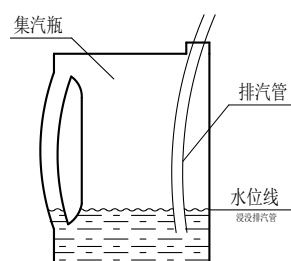

图 6 集汽瓶注水说明示意图
- 取下设备左侧的集汽瓶，注入适量冷水，供设备排汽冷却用。将集汽瓶放回原位（排汽管插入集汽瓶内，并浸没）。如下图 6 所示：